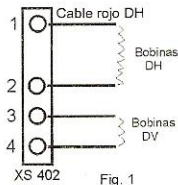

Fig. 1
- Conectar las líneas de deflexión (DH y DV) en XS402 mediante el conector suministrado (ver fig. 1), teniendo en cuenta los puntos 2, 3 y 4 siguientes para el correcto conexionado .
2) **Bobinas de deflexión , situación general :** la resistencia de la bobina de deflexión horizontal (DH) es menor que 2.5 ohms y la resistencia de la bobina de deflexión vertical (DV) es mayor a 5 ohms , adecuando la conexión a las siguientes condiciones particulares :
- b) **0.6 – 1.1 ohms :** Cortar el cable rojo del conector de líneas de deflexión (CLD) y conectarlo en el pin T2 , los otros 3 cables del CLD conectarlos a los pines 2, 3 y 4 del zócalo XS402 (recordar fig. 1) , incrementar el capacitor C441 a .33 o .47mf como máximo y si falta ancho, disminuir el C441 (como mínimo a .22mf), entonces ajustar RP301 , RP302 .
2) **Bobinas de deflexión , situación general :** la resistencia de la bobina de deflexión horizontal (DH) es menor que 3.5 ohms y la resistencia de la bobina de deflexión vertical (DV) es mayor a 6 ohms , adecuando la conexión a las siguientes condiciones particulares :
- b) **2.2 – 3 ohms :** Cortar el cable rojo del conector de líneas de deflexión (CLD) y conectarlo en el pin T10 , los otros 3 cables del CLD conectarlos a los pines 2, 3 y 4 del zócalo XS402 (recordar fig. 1) , ajustar el capacitor C441 .